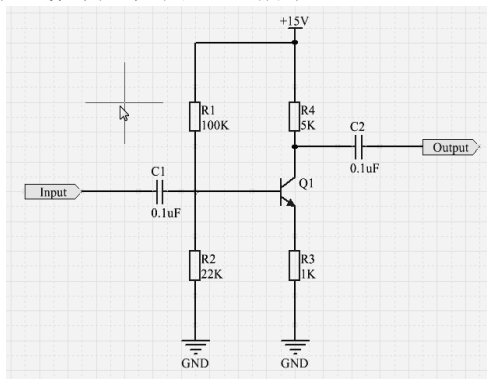
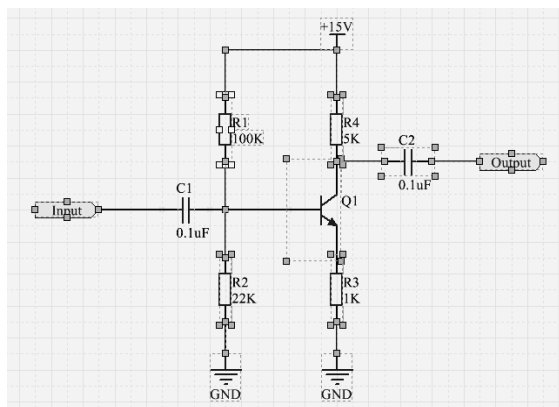
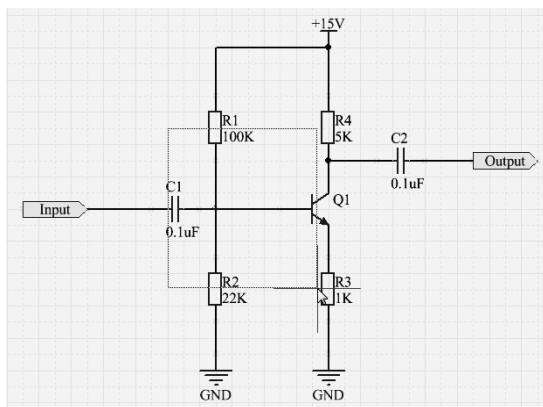

图 4-1-1 鼠标指针变为十字形
图 4-1-5 选中除电容 C1 外的所有对象
图 4-1-6 矩形虚线框覆盖要选择的对象
以选择图 4-1-1 中的 R1 和 R4 两个电阻为例。
① 执行菜单命令 Edit → Select → Inside Area，鼠标指针变为十字形，如图 4-1-1 所示。
例如，要选择图 4-1-1 中除电容 C1 以外的所有对象，执行 Edit → Select → Outside Area 命令后，按 (1) 的步骤操作，将电容 C1 完全包含在矩形虚线框中，则将图 4-1-1 中除电容 C1 外的所有对象选中，如图 4-1-5 所示。
(3) Edit → Select → Touching Rectangle 命令。此命令的作用是选中触碰到矩形选择框的所有对象。以选择电容 C1、电阻 R1、电阻 R2、三极管 Q1 以及它们之间的连接导线为例。
- ① 执行菜单命令 Edit → Select → Touching Rectangle 后，按 (1) 的步骤操作。
- ② 注意鼠标指针移动过程中，矩形虚线框必须覆盖上述元器件和导线，如图 4-1-6 所示。